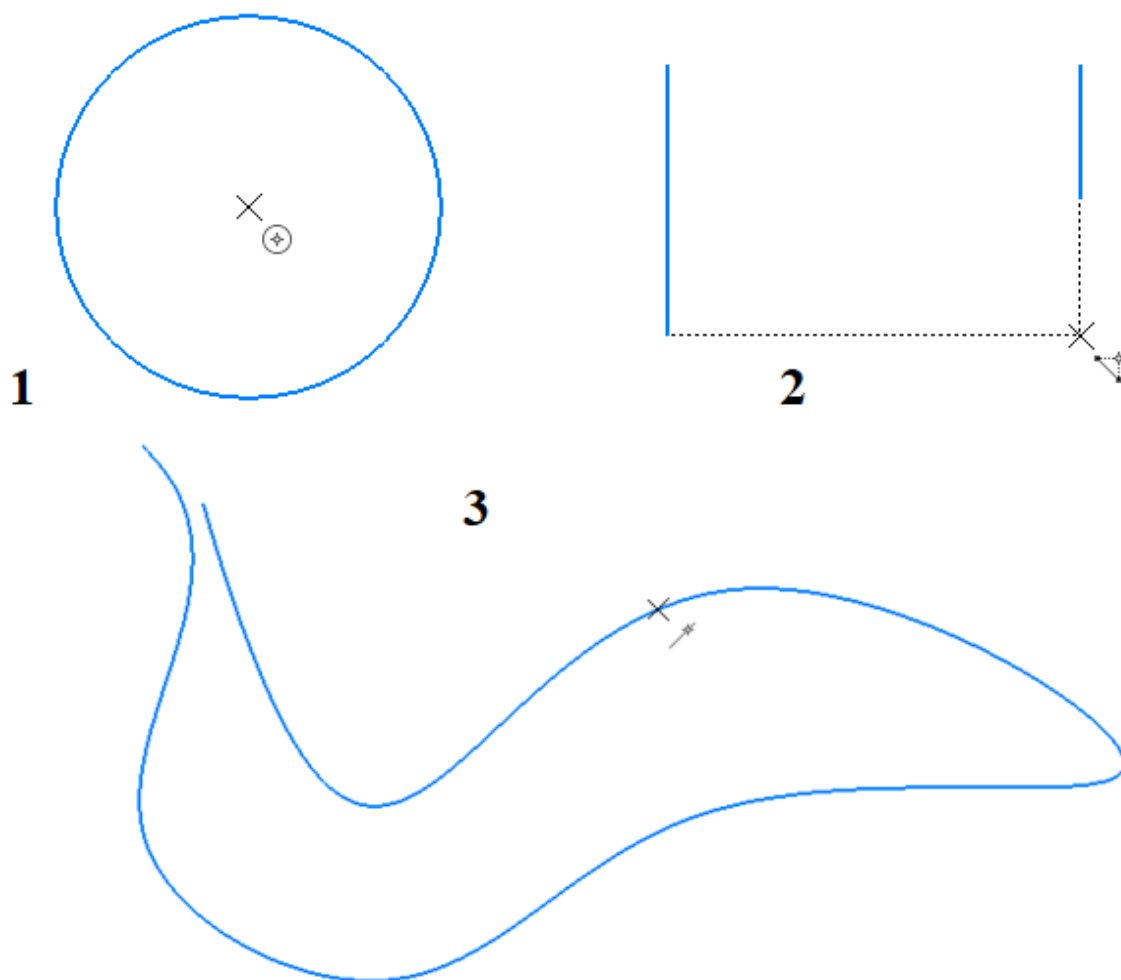

Рисунок 60 – Вспомогательные привязки:
С помощью привязку «Центр» не составит особого труда выявление центров окружностей, рис. 60 (1). Воспользовавшись вспомогательной командой «Выравнивание», происходит наглядное продолжение объекта, также, можно находить места пересечений объектов, рис. 60 (2). Команда «Точки на кривой» позволяет начать построение объекта из любого места выбранной кривой, рис. 60 (3).